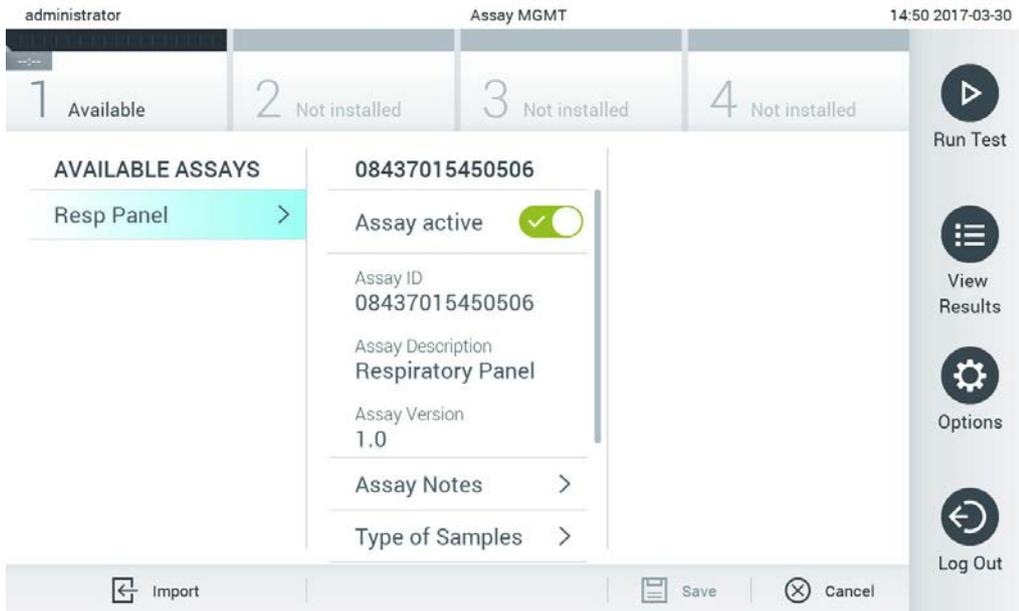

Figure 65. Gestion des dosages disponibles.
1. Appuyez sur le bouton Options (Options), puis le bouton Assay Management (Gestion des dosages) pour accéder à l'écran Assay Management (Gestion des dosages). Les dosages disponibles sont répertoriés dans la première colonne de la zone de contenu (figure 65).